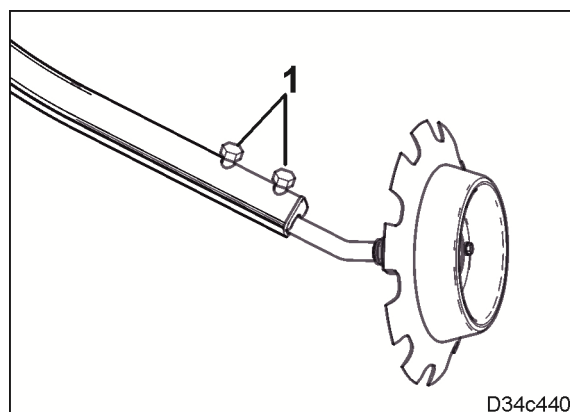

Рис. 179
6. Отверните 2 винта (Рис. 179/1).
9. Затяните болты (Рис. 179/1).